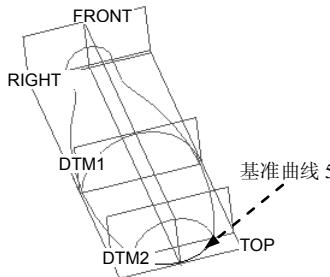
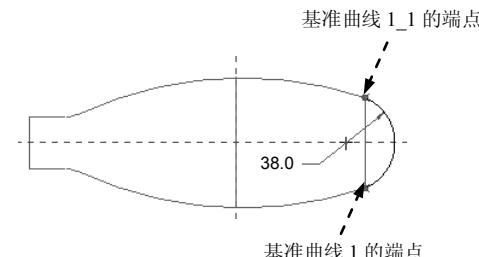

图 6.7.19 创建基准曲线 5
图 6.7.20 截面草图
Step11. 创建图 6.7.19 所示的基准曲线 5。
- (1) 单击“草绘基准曲线”按钮.
- (2) 定义草绘截面放置属性：设置 TOP 基准平面为草绘面；采用默认的草绘视图方向；RIGHT 基准平面为草绘平面的参照，方向为**右**；单击**草绘**按钮。
- (3) 接受默认草绘参照，再选取基准曲线 1 和基准曲线 1_1 的端点为草绘参照，然后绘制图 6.7.20 所示的截面草图，完成后单击 按钮（注意：圆弧的两个端点分别与基准曲线 1 和基准曲线 1_1 的端点对齐）。